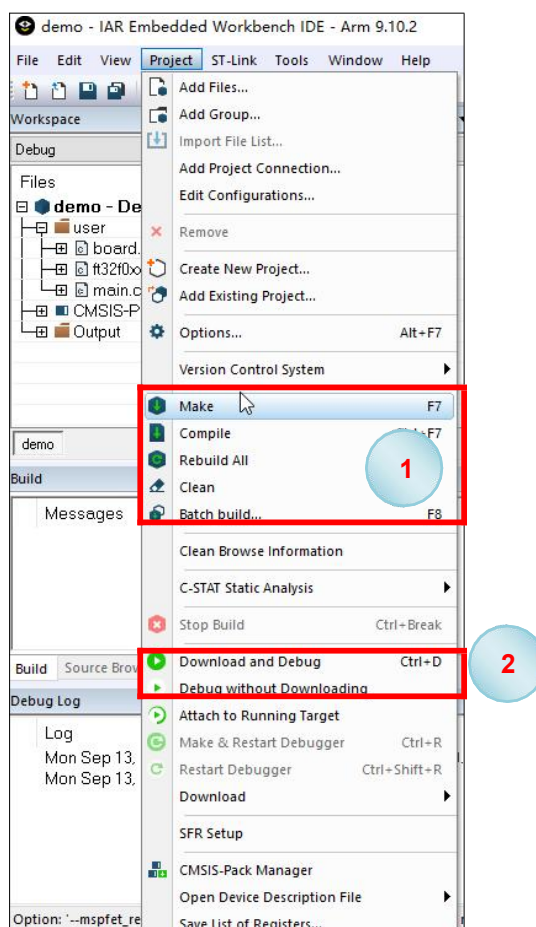

图 6-7 编译工程文件
1、点击Project 下拉菜单中的 Make、Compile、Rebuild All 进行编译（图 6-7 中步骤 1）
2、点击 Debug 图标  进入 Debug 模式（图 6-7 中步骤 2），IAR 会重新向芯片内下载程序，并引导芯片进入Debug 模式，编程结果如图 6-8 所示。